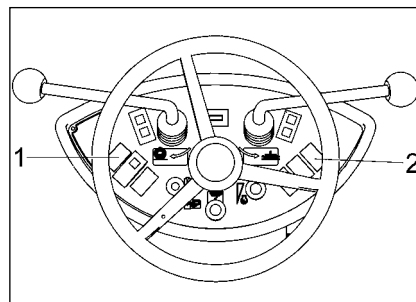

Abb.10
- Schalter (Abb.10/1) betätigen, Schalter gedrückt halten.
- Schalter (Abb.10/2) betätigen nach vorn drücken = Kehrgutbehälter anheben.
- Kehrgutbehälter absenken, hierzu Schalter (Abb.10/1) und Schalter (Abb.10/2) betätigen nach hinten drücken = Kehrgutbehälter senken